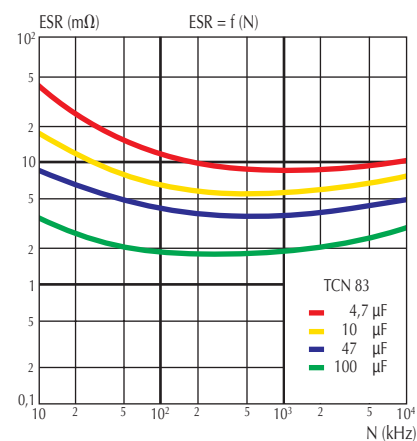

Fig. 57 Résistance série équivalente en fonction de la fréquence.
- **TCN 83** : version standard à retenir dans les cas usuels d'utilisation (voir fig. 57, 61 et 62).
- **TCN 83** : standard version to be used for usual applications (see figures 57, 61 and 62).